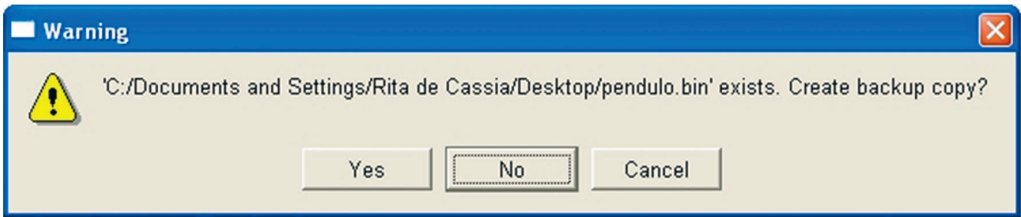

Figura 1.46 – Caixa de diálogo do ADAMS/View para criação de backup.
Observe que, ao retomar modelos virtuais já iniciados, ao tentar salvá-los, o usuário poderá se deparar com a seguinte caixa de diálogo, mostrada na Figura 1.46.
A área de tela logo abaixo dessa opção mostra uma árvore hierárquica com pastas de nomes *page\_1...page\_n*. O número *n* está associado às simulações realizadas no ADAMS/Car ou no ADAMS/View, pelo usuário, durante uma seção de trabalho, conforme mostra Figura 1.46. Assim, a cada simulação do usuário exportada (item 2.1.1.1) para o ADAMS/PostProcessor gerará uma nova *page*. Clicando com o botão direito do mouse sobre as pastas, o usuário terá acesso a novas opções.